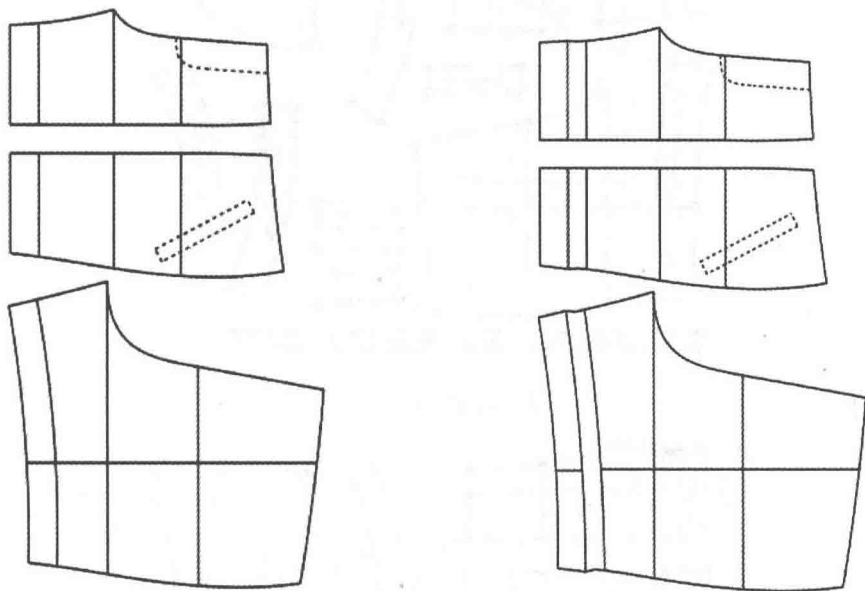

图7-126 裤口反边处理
(45) 裤口反边处理(图7-126)。
①选择【移动】工具按住【Shift】键,进入【复制】功能。将前中片、前侧片、后片部分复制在空白处。